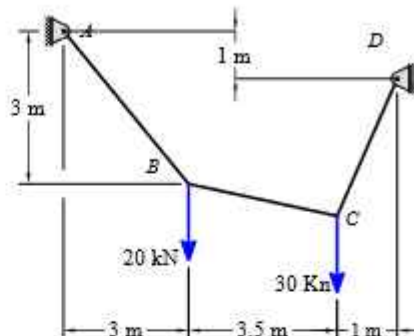

Figura 7.14
7.2 Determine la tensión en cada segmento del cable y la longitud total del cable mostrada en la figura 7.14